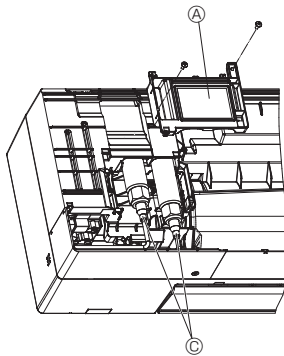
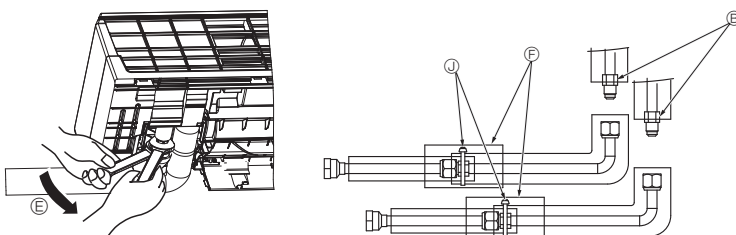

Fig. 3-11
Fig. 3-13
- (4) Kastenabdeckung ⑩ entfernen. (Fig. 3-11)
- (5) Die Mutter auf der L-förmigen Rohrseite mit zwei Schlüsseln lösen und Rohrleitung ⑥ entfernen und entsorgen.
- (6) Das L-förmige Anschlussstück in Austrittsrichtung der Rohrleitung richten und mit zwei Schlüsseln anziehen. (Fig. 3-13)